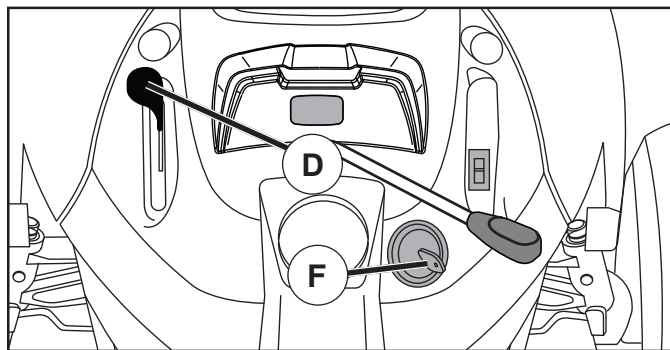

Fig. 6
- Placer la commande des gaz en position (D) « FAST » (rapide).
- Tournez la clé de contact à la position coupée (F) STOP et enlevez-la. Enlevez toujours la clé de contact quand vous quittez le tracteur pour empêcher l'emploi non autorisée.
## POUR UTILISER LA COMMANDE DES GAZ (D) (Voir la Fig. 6)